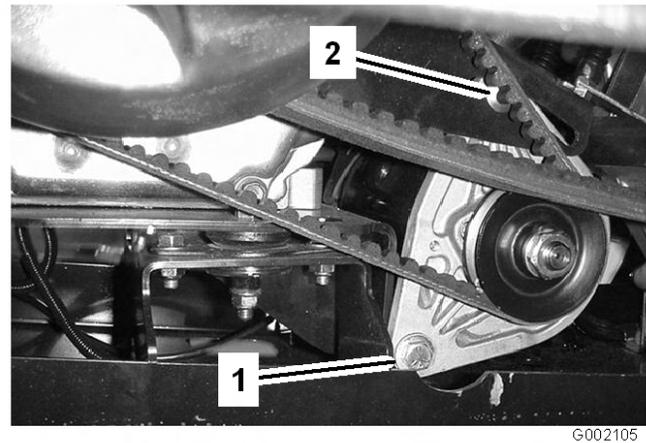

Figura 53
2. Afloje el perno del pivote del generador de arranque (Figura 53).
3. Coloque una palanca entre el soporte del motor y el motor de arranque. Afloje la tuerca del perno de ajuste de cuello cuadrado (Figura 53).
5. Apriete la tuerca del perno de ajuste y retire la palanca. Apriete el perno del pivote del generador de arranque (Figura 53).